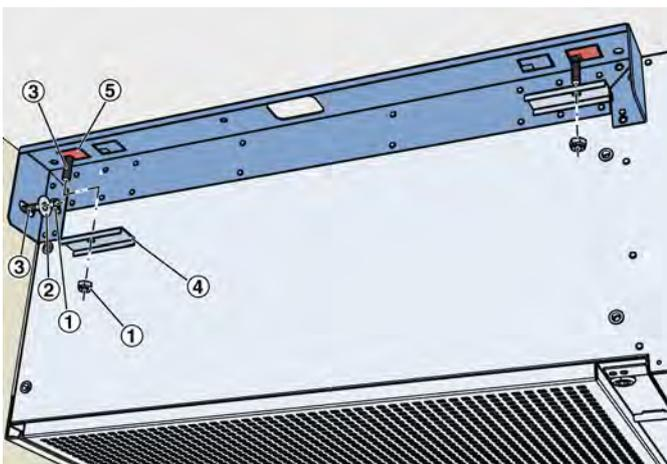

Abb. 19: Bauteil 2 an Decke befestigen
Löcher für Schwerlastanker bohren und Bohrlöcher ausblasen. Danach an beiden Deckenbefestigungslöchern das Blechteil (Abb. 19 /5) ausbrechen (Bewegungsraum zum Ausrichten des Gerätes).
Schwerlastanker montieren und Gewindestangen (Abb. 19 /3) einschrauben.
15. ▶ Gerät mit Unterlegblechen (Abb. 19 /4), und Muttern (Abb. 19 /1) befestigen , so dass es noch etwas bewegt werden kann.